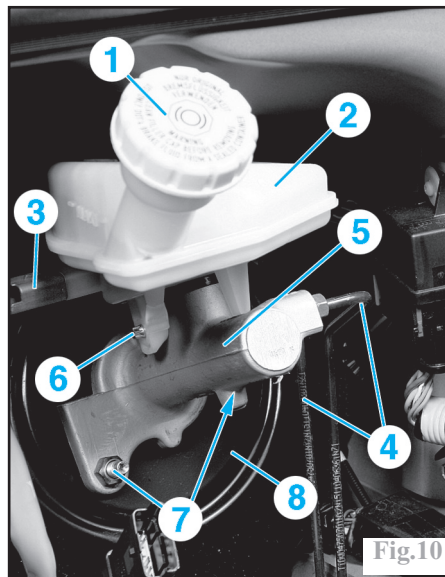

Fig.10
- le bouchon (1) de réservoir de compensation (2) (Fig.10).